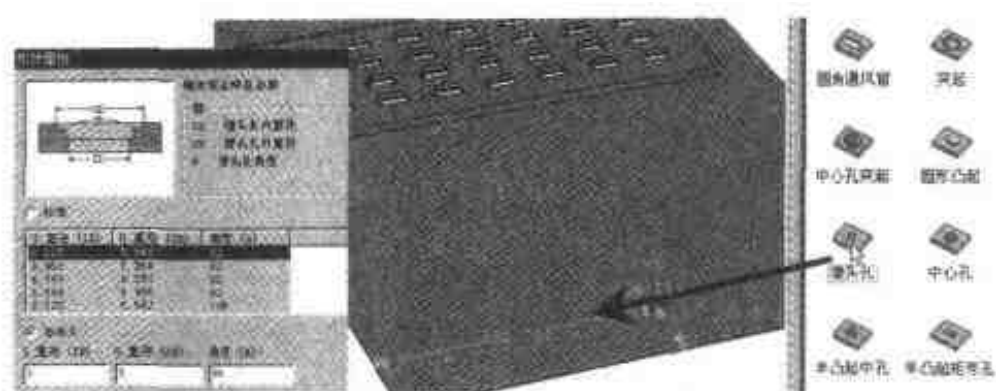

图 4.107 引入埋头孔
- (7) 将【钣金】设计元素库的【埋头孔】图素拖放到盖板的底部某一位置，在【形状属性】参数表中定义孔的参数，直径ID为3，直径OD为5，角度为90，如图4.107